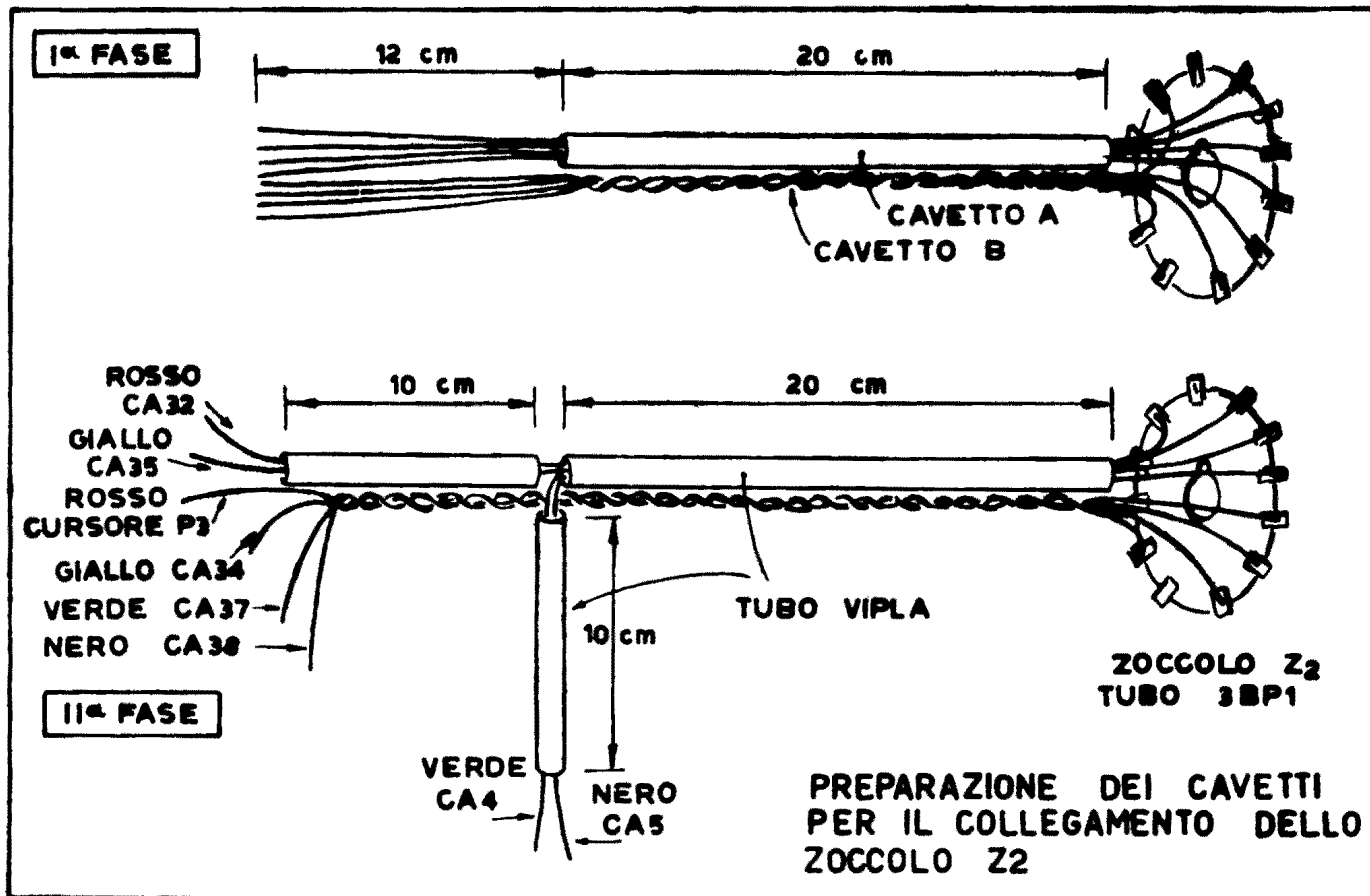

Fig. 14
a) - ACCORCI E SUDDIVIDA IL DOPPIO CAVO COLLEGATO ALLO ZOCCOLO PORTAVALVOLA Z2, A 14 PIEDINI, SEGUENDO LE INDICAZIONI DI FIG. 14.
Il tubetto di vipla che ricopre il cavetto A deve essere tagliato in modo da poterlo riutilizzare nella forma indicata in fig. 14. Approfitti del fatto che i cavetti sono nelle Sue mani per dare loro aspetto quanto più elegante è possibile, correggendo ogni irregolarità e rifacendo le saldature mal fatte, o rovinate, sullo zoccolo a 14 piedini.
b) - SALDI I FILI DEI DUE CAVETTI AI RISPETTIVI CAPICORDA, SEGUENDO LE INDICAZIONI DI FIG. 14.